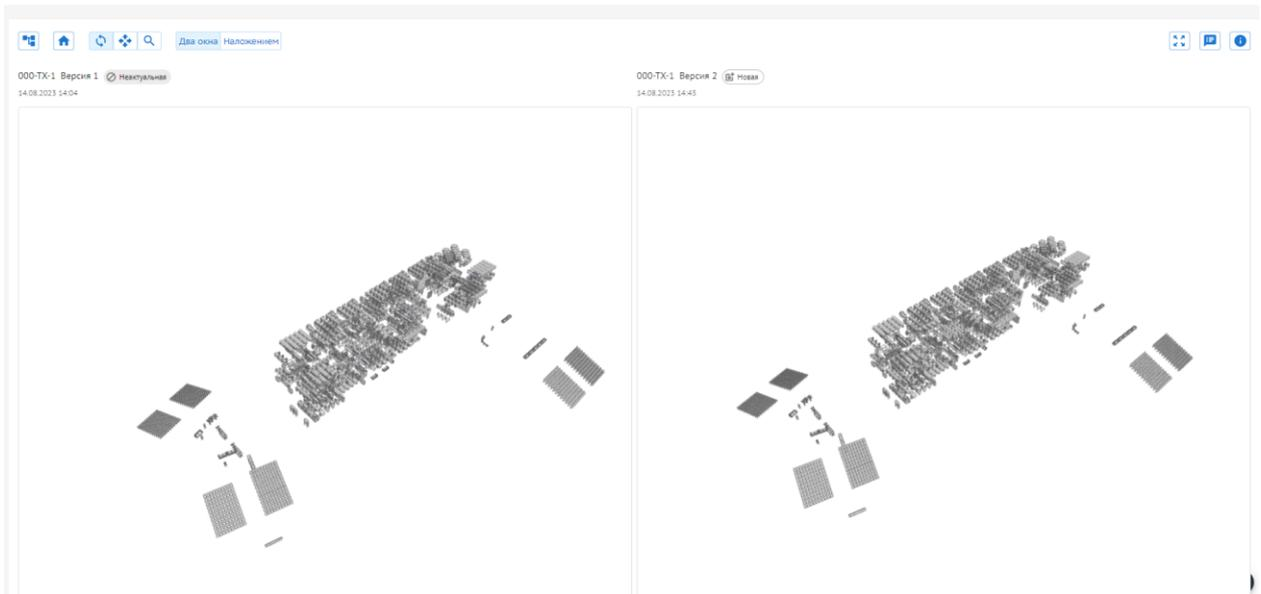

Рисунок 58. Сравнение версий.
- Далее необходимо нажать на кнопку “Сравнить”, сравнение откроется в новой вкладке (Рисунок 58).